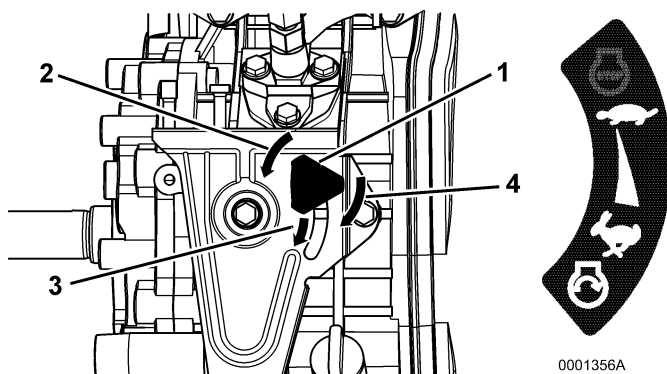

Рисунок 5
- 1- Переключить рукоятку регулятора оборотов двигателя (**позиция 1, Рисунок 5**) влево (**позиция 2, Рисунок 5**).
- 2- Перевести рукоятку регулятора оборотов двигателя в положение **START (ПУСК)** (**позиция 3, Рисунок 5**).
- 3- Переключить рукоятку регулятора оборотов двигателя вправо (**позиция 4, Рисунок 5**) для ее затяжки.